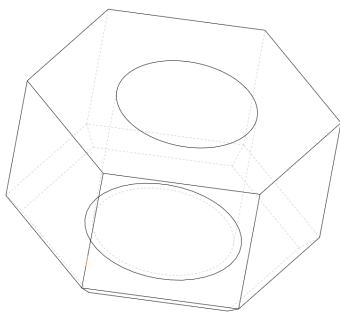

图 2-61 打开素材模型
(1) 单击常用工具栏中的【打开】按钮，打开一幅素材模型，如图 2-61 所示。